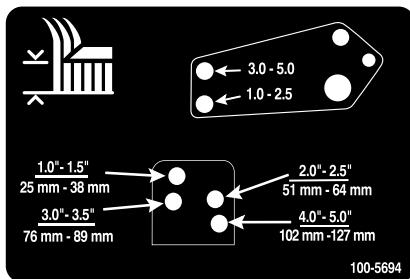

Bild 23
- Flüchten Sie die Löcher des Stoßdämpferlenkers mit den ausgewählten Löchern in der Schnitthöhenhalterung am Mähwerkrahmen aus, setzen die Lastösenbolzen ein und bringen die Splinte an (Bild 23).